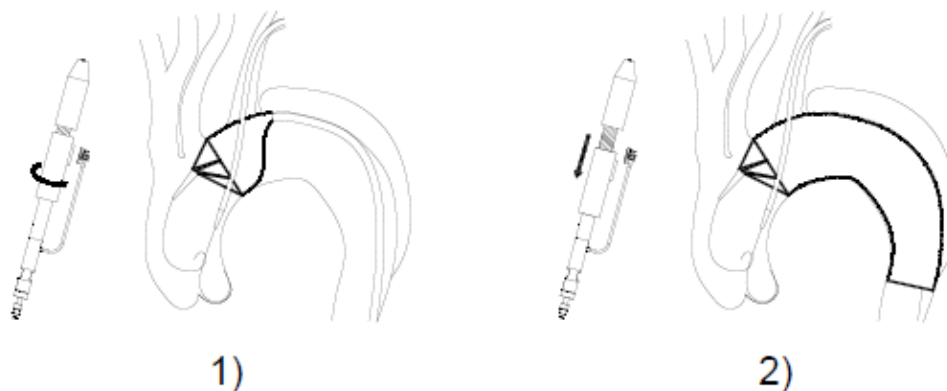

Figura 10: liberación del Endoprótesis Aórtico
- Sujetar el mango delantero con la mano izquierda y fijar. Apretar el activador para desbloquear el tornillo. Al mismo tiempo, tirar de el mango deslizante con la mano derecha para liberar rápidamente el soporte cubierto, como se muestra en la Figura 10.